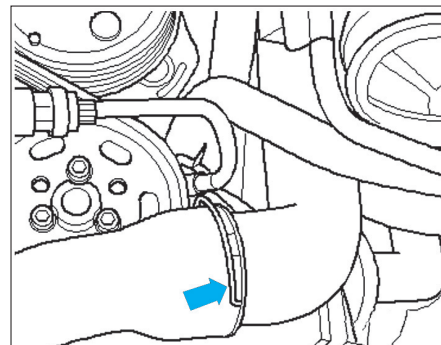

Fig. 19
- le raccord rapide entre le turbocompresseur et le radiateur d'air de suralimentation (flèche) en tirant sur l'agrafe de retenue (Fig.19).